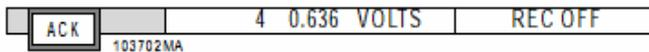

Рис. 3-6 Клавиша АСК
4. Клавиша АСК ("Квитирование") – Слева на строке состояния находится клавиша **АСК** (см. рис. 3-6): с ее помощью квитируется возникшая тревога. Она появляется только при наличии тревоги и мигает до подтверждения нажатием клавиши. Если соответствующая функция установлена и спараметрирована, то она сбрасывает и все выходные реле. Обратите внимание на то, что клавиша **АСК** всегда высвечивается поверху и может перекрывать другие элементы экрана. Поэтому Вы можете в любое время квитировать тревогу, даже если Вы работаете в режиме параметрирования.